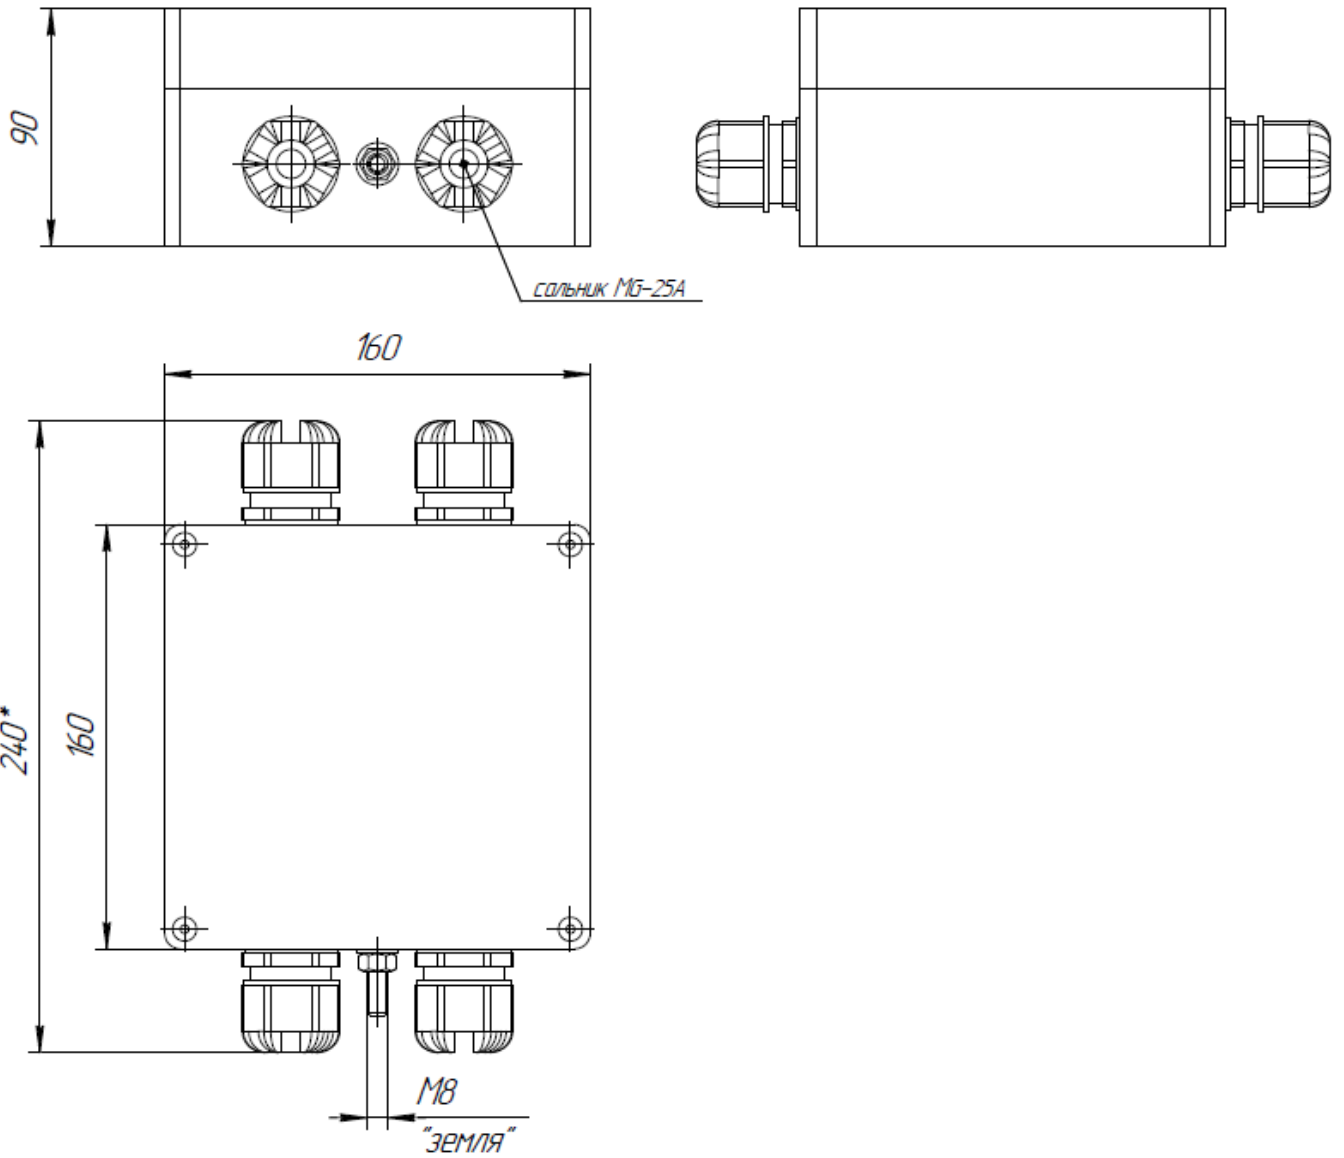

Рисунок 2 Габаритный чертёж устройства.
2. Подведите и проденьте кабеля АКБ и внешних подключаемых устройств через кабельные сальники (смотрите Рисунок 2).